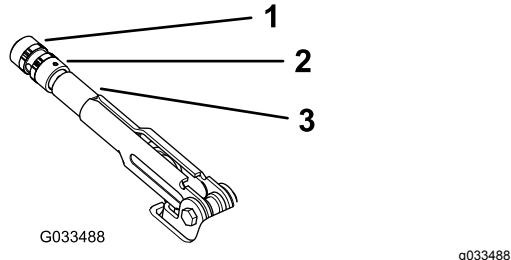

图57
2. 松开将旋钮固定到手刹操纵杆上的固定螺丝图57。
3. 旋转旋钮图57 直至达到拉动手刹操纵杆需要的2022kg 的力。
4. 调整完成后拧紧固定螺丝图57。